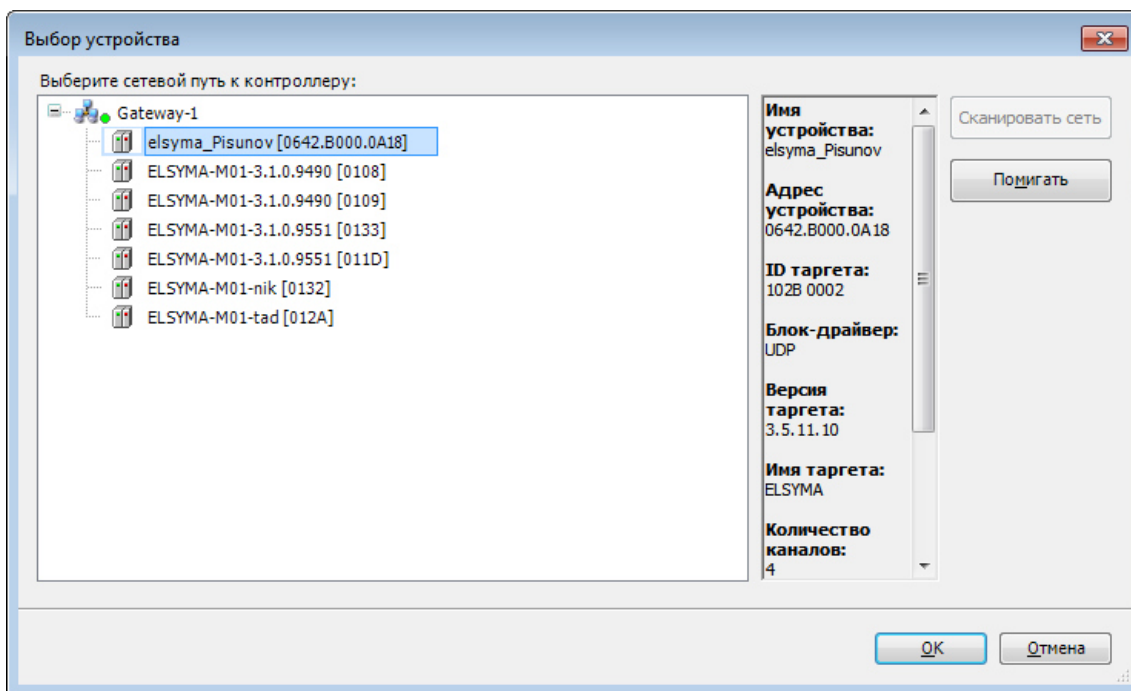

Рисунок 3.9 – *CoDeSys*. Выбор активного контроллера, подключенного к общей сети
5. Выбрать устройство в появившемся окне «*Выбор устройства*» в соответствии с рисунком (рисунок 3.9). В случае, если одновременно доступно несколько контроллеров, для идентификации выбранного устройства можно нажать кнопку "Помогать", в результате чего на выбранном контроллере происходит десятикратное мигание индикаторов L1 и L2 с периодом 0,5 с.